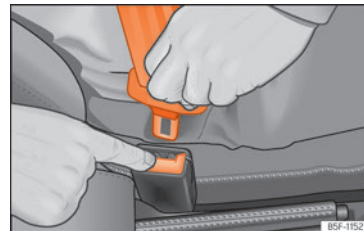

Fig. 10 Frigørelse af låsetag fra selelåsen
- Tryk på den røde knap på selelåsen » » Fig. 10. Låsetappen springer ud.